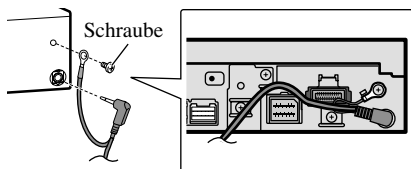

Abb. 6
1. Lichtleiterkabel und Erdungskabel an der Haupteinheit anschließen. (Abb. 6)